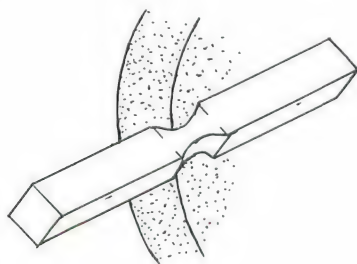

図21-5
短くなって捨てられる運命にあるハイス完成バイトとか，カドが欠けたり摩耗したりで捨てられる三角形の超硬ティップ(新品は大変高価ですが，親しい工場なら破損品をくれるでしょう)などを角鋼材に銀臘付けすると立派なバイトができます。写真21-4手前から3番目はハイス完成バイトの小片を，第3章の写真3-10③は三角の超硬ティップを銀ロウ付けしたものです。完成バイトを短く切断するには図21-5のように四辺をグラインダーのカドで研ぎ落して細くしてからバイスに